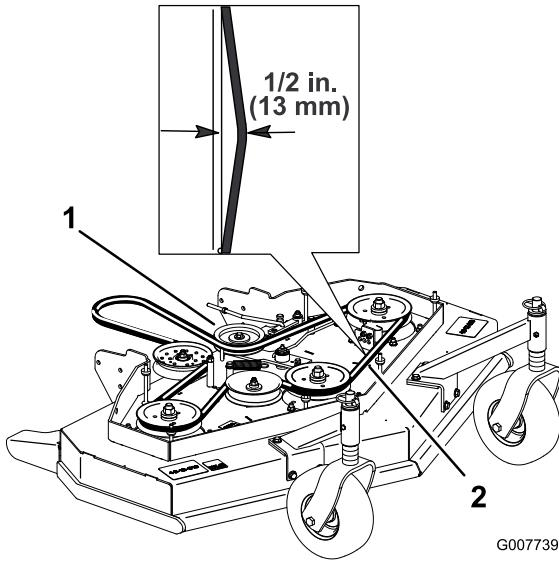

Bild 42
4. Entfernen Sie die Spannscheibe und den abgenutzten Riemen (Bild 42).
Hinweis: Die richtige Treibriemenspannung ist 44-67 N, wenn der Riemen in der Mitte zwischen den Riemscheiben um 13 mm durchgebogen ist (Bild 42).